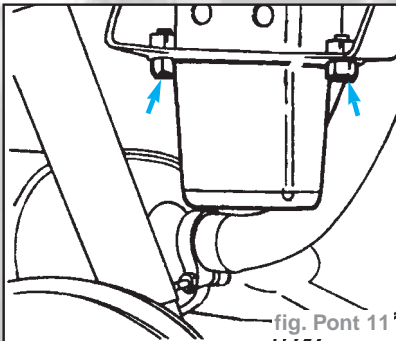

fig. Pont 11
- Déposer les butées de rebond de la fixation du châssis (fig. Pont 11).
- Serrer les vis au couple de **4,2 daN.m** (fig. Pont 11).